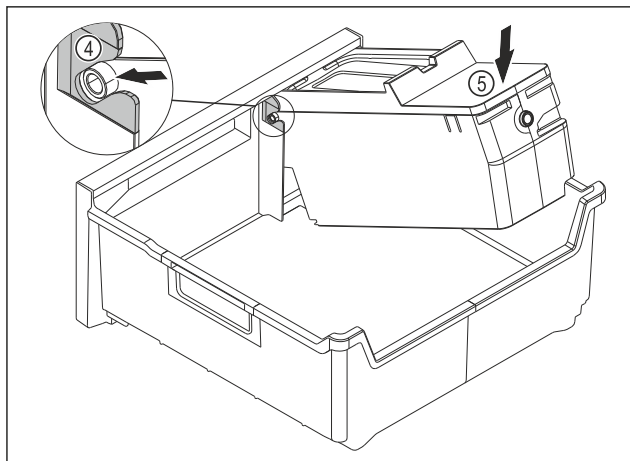

Fig. 175
- Monter le corps de l'EasyTwist-Ice : Insérer les axes du corps de l'EasyTwist-Ice dans les guides Fig. 175 (4).
- Appuyer l'arrière du corps de l'EasyTwist-Ice Fig. 175 (5) vers le bas.